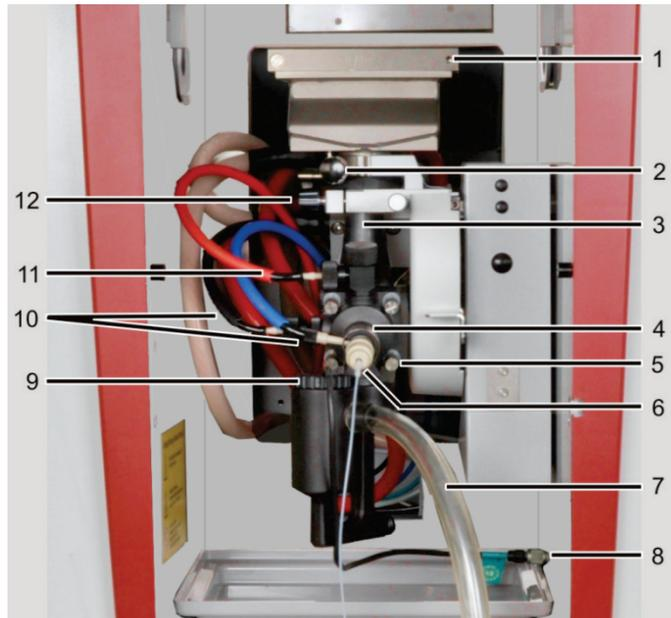
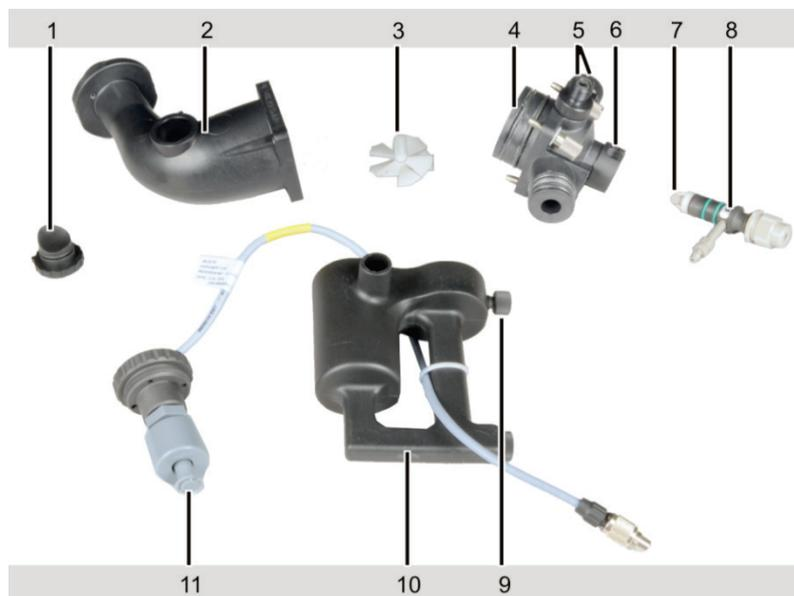
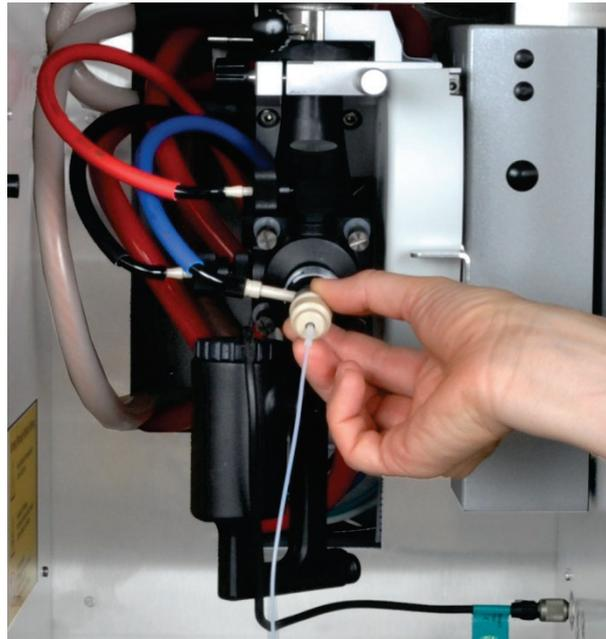

Bild 60 Brenner-Zerstäuber-System ausbauen und zerlegen
Bild 61 Mischkammer und Zerstäuber zur Reinigung zerlegt
Bild 62 Zerstäuber aus der Mischkammer herausziehen
1. Arretierungsschraube (2 in Bild 60 S.99) am Brenner lösen und Brenner vom Brennerhals abnehmen.
2. Schlauchverschraubungen am Mischkammerkopf und Zerstäuber (10, 11 in Bild 60) abschrauben und Probenansaugschlauch vom Zerstäuber abziehen.
3. Arretierungsring des Zerstäubers (4 in Bild 60) drehen, so dass sich die Verriegelung öffnet. Zerstäuber aus Mischkammerkopf herausziehen, dabei den Zerstäuber in der Nut anfassen (Bild 62).
4. Kabel des Siphon-Sensors vom Anschluss in der Probenraumwand (8 in Bild 60) abschrauben und abziehen.
5. Ablaufschlauch vom Ablaufstutzen des Siphons (7 in Bild 60) entfernen.
7. Einsatz des Siphon-Sensors abschrauben, Sensor aus Siphon ziehen (11 in Bild 61).
8. Das System festhalten, Rändelschraube am Haltebügel des Mischkammerrohrs (12 in Bild 60) aufschrauben, Haltebügel nach hinten schwenken und System herausnehmen.
9. Sicherheitsstopfen (1 in Bild 61) aus der Mischkammer ziehen.
10. Die vier Verschraubungen der Mischkammer (5 in Bild 60) lösen und Mischkammer in Kammerkopf und Kammerrohr zerlegen.
11. Mischflügel (3 in Bild 61) aus dem Kammerrohr entnehmen.
12. Gasanschlüsse für Brenngas und Zusatzoxidans (5 in Bild 61) vom Mischkammerkopf abschrauben.
2. Prallkugel (7 in Bild 61 S.99) leicht drehen und vom Zerstäuber ziehen. Sollte die Prallkugel festsitzen, den Zerstäuber noch einmal für mehrere Minuten in das Ultraschallbad legen.
2. Mischflügel am Griff (3 in Bild 61 S.99) halten und in das Mischkammerrohr einsetzen. Durch leichten Druck arretieren.
3. Mischkammerteile (Kammerrohr und Kammerkopf) zusammenstecken, Seiten fluchtend ausrichten und verschrauben (2, 4 in Bild 61). Auf richtigen Sitz der Dichtringe achten.
4. Siphon-Sensor (11 in Bild 61) in den Siphon schrauben. Siphon an Kammerkopf stecken, sodass der Schwimmerbehälter schräg nach vorn zeigt (Position siehe Bild 60 S.99). Siphon mit Klemmschraube (9 in Bild 61) befestigen.
5. Sicherheitsstopfen (1 in Bild 61) an das Kammerrohr stecken.
6. Anschlüsse für Brenngas und Zusatzoxidans (5 in Bild 61) in den Mischkammerkopf mit Dichtringen einschrauben.
7. Zerstäuber (8 in Bild 61) in den Kammerkopf stecken und mit dem Arretierungsring (6 in Bild 61) befestigen.
8. Mischkammer-Zerstäuber-System an der Höhenverstellung im Probenraum mit dem Haltebügel befestigen (12 in Bild 60). Die Markierung muss über der Kante der Haltevorrichtung liegen. Der Teller des Mischkammerrohres muss auf der Haltevorrichtung gleichmäßig aufliegen. Rändelschraube am Haltebügel fest anschrauben.
9. Kabel des Siphon-Sensors (8 in Bild 60) in den Anschluss an der Probenraumseitenwand stecken (auf Nase achten) und festschrauben.
10. Ablaufschlauch auf den Ablaufstutzen des Siphons (7 in Bild 60) stecken. Ablaufschlauch mit stetigem Gefälle in Abfallflasche führen.
12. Brenner auf das Mischkammerrohr aufsetzen und gegen Anschlag 0° drehen. Mit Arretierungsschraube befestigen (2 in Bild 60).
- Schlauch für Brenngas (rot) an Stutzen oben am Mischkammerkopf (11 in Bild 60) anschrauben.
- Schlauch für Oxidans (blau) am Zerstäuberstutzen (10 in Bild 60) anschrauben.
- Schlauch für Zusatzoxidans (schwarz) am Stutzen seitlich an der Mischkammer (10 in Bild 60) anschrauben.